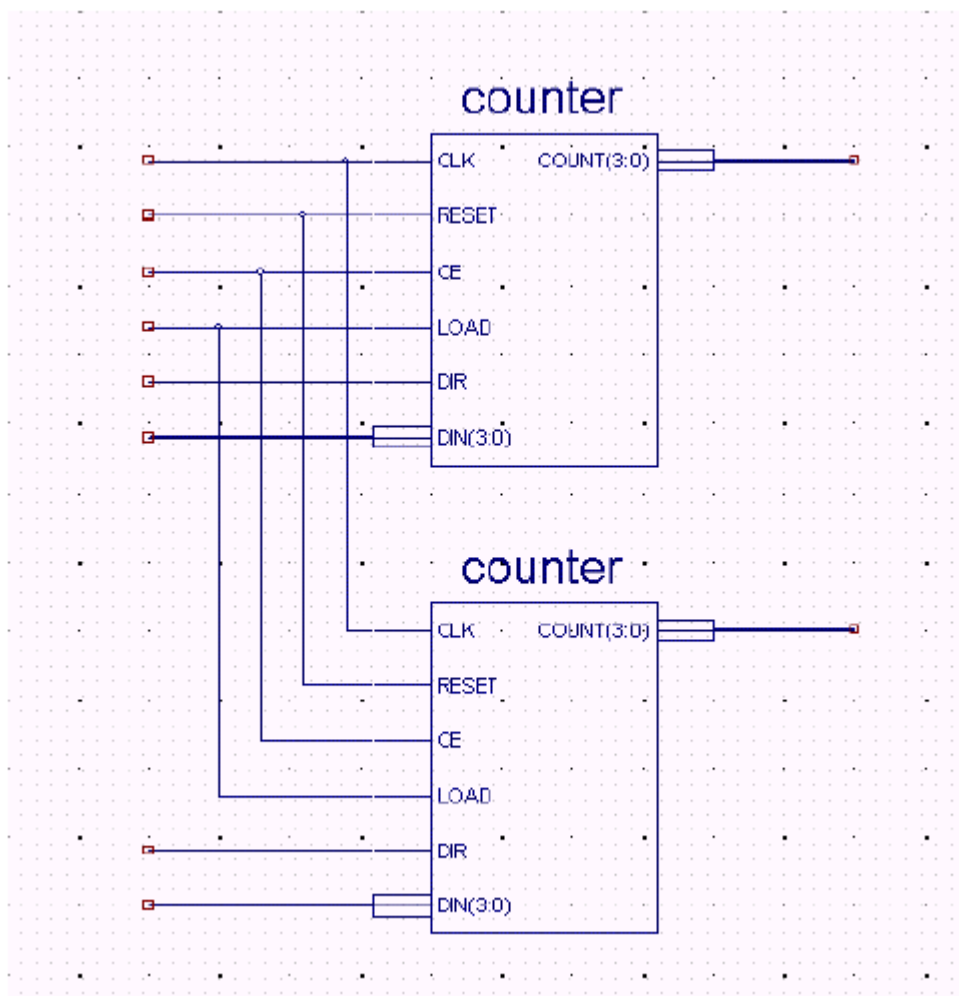

图 1-10 为模块相应管脚连线
按照如图 1-10 所示，给计数器模块的每一管脚添加连线。
- b) 在另一个计数器模块的对应管脚处双击鼠标，结果如图 1-10 所示。